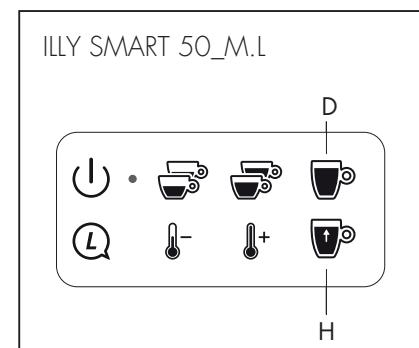

Fig. 12
Para ILLY SMART 50_M.L la tecla (D) dispensa 240 cc y la tecla (H) dispensa 90 cc; luego asegurarse de colocar un contenedor adecuado para la cantidad dispensada (Fig. 12).